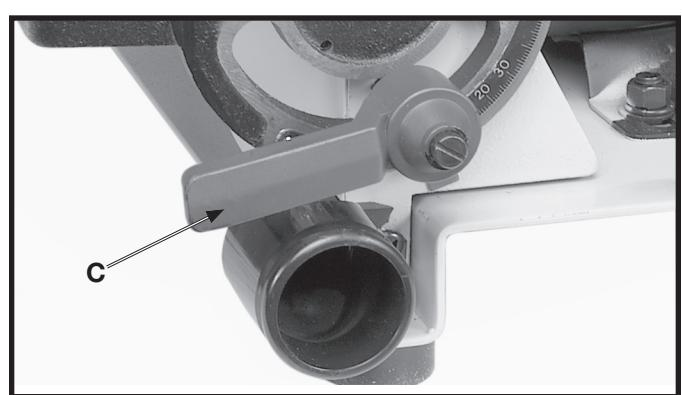

Fig. 16
- La Fig. 16. ilustra la agarradera de cierre (C) plenamente ensamblada. **AVISO:** La agarradera de cierre (C) está accionada por resorte y puede ser colocada en distintas maneras tomando la agarradera y colocándola sobre el gorrón dentado localizado debajo de la agarradera.